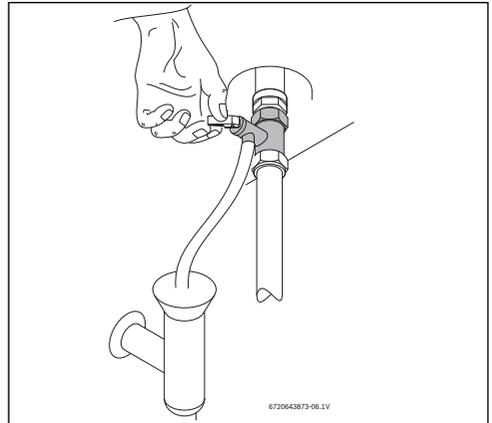

Fig. 11 Acionamento manual da válvula de segurança
- ▶ Abrir a válvula de segurança (Fig. 11).
- ▶ Abrir manualmente a válvula de segurança pelo menos uma vez por mês (Fig. 11).